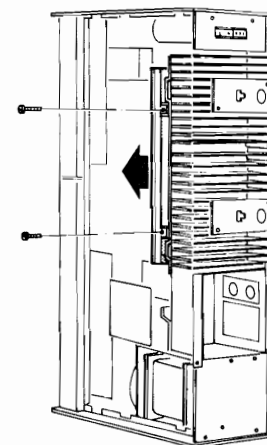

Fig. 1
- The output amplifier p.c. board has a service position (Fig. 1).
- Udgangsforsterkerens printplade har en service-position (fig. 1).
- Slutförstärkarenheten har ett serviceläge (fig. 1).
- Utgangsforsterkerens printplate kan settes i en servicestilling (fig. 1).